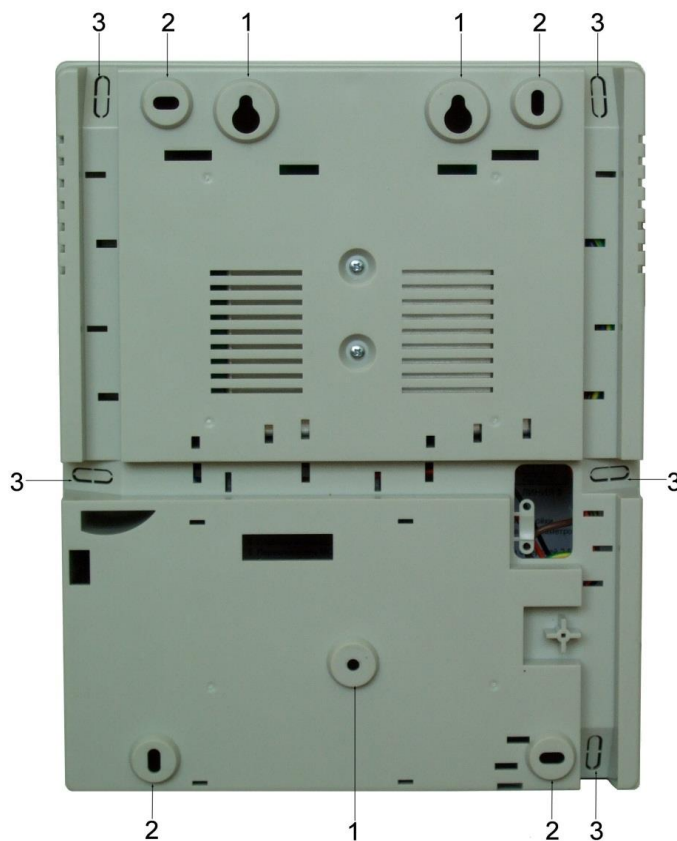

Рисунок 4. Монтажные отверстия
При этом используются отверстия (1) (см. рис. 4). Корпус монтируется на саморезы и дюбели, установленные на одной горизонтальной линии на расстоянии 80 мм. После этого корпус закрепляется через нижнее отверстие, которое находится за аккумулятором резервного питания.